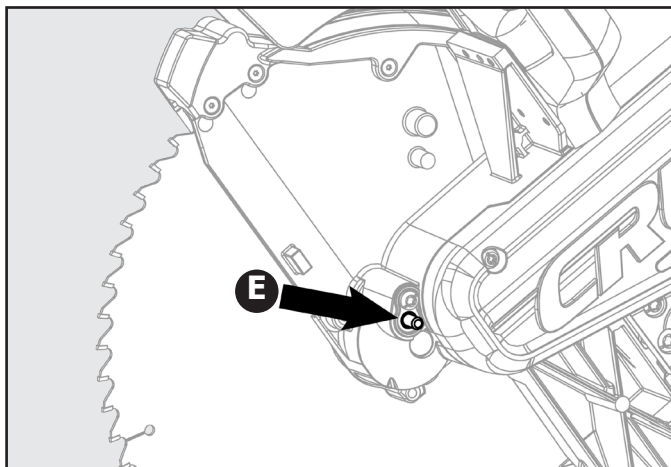

Figure 12
5. À l'aide de la clé pour lame fournie, retirez le boulon de la lame (D) en le tournant dans le sens horaire.
6. Ne retirez que la rondelle de lame extérieure (F) et la lame (G), laissant la rondelle de lame intérieure sur la broche.
7. Appuyez sur le bouton de verrouillage à broche (E). Voir figure 12.
9. Alignez les parties plates du double « D » de la rondelle de lame avec (F) les parties plates de la broche et installez la rondelle sur la broche.
10. Verrouillez la broche en appuyant sur le bouton de verrouillage de la broche. Vissez le boulon de la lame (D), sans oublier de l'enfiler dans le sens antihoraire. Fixez le boulon de la lame à l'aide de la clé pour lame fournie.